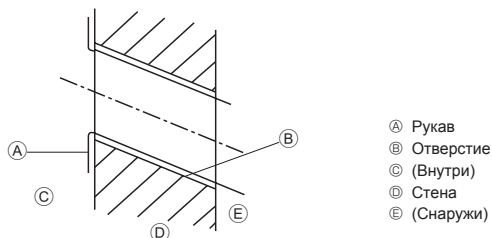

Fig. 3-3
- Ⓐ Монтажная плита ①
3.2.2. Сверление отверстия для труб (Fig. 3-3)